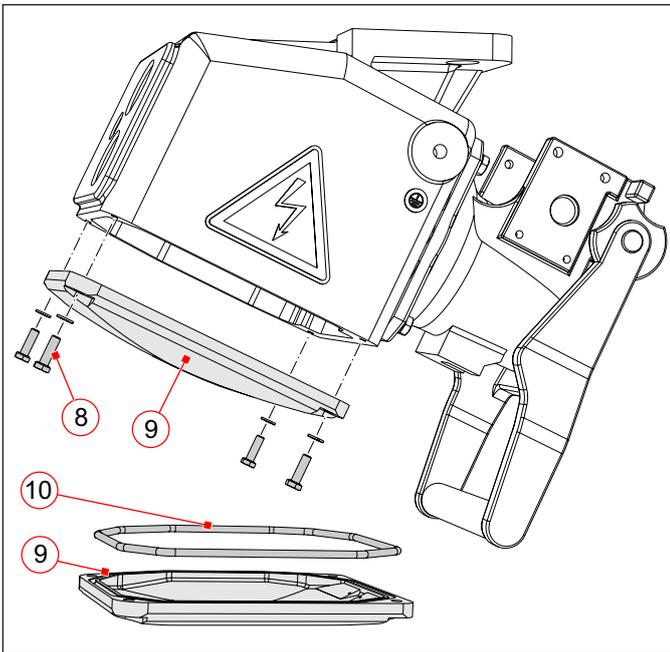

Abb. 49: Dichtung (10) für unteren Gehäusedeckel tauschen
- ▶ Kondenswasser-Ablauföffnung (1) prüfen.
- ▶ Bei Bedarf, unteren Gehäusedeckel abschrauben und Kondenswasser-Ablauföffnung reinigen. Siehe dazu Abschnitt „**Dichtung für unteren Gehäusedeckel tauschen (Abb. 49)**“.
Dichtung für unteren Gehäusedeckel tauschen (Abb. 49)
- ▶ Dichtung des unteren Gehäusedeckels überprüfen. Bei Beschädigung die Dichtung erneuern (siehe dazu Abschnitt „Dichtung für unteren Gehäusedeckel tauschen (Abb. 49)“ auf Seite 40).